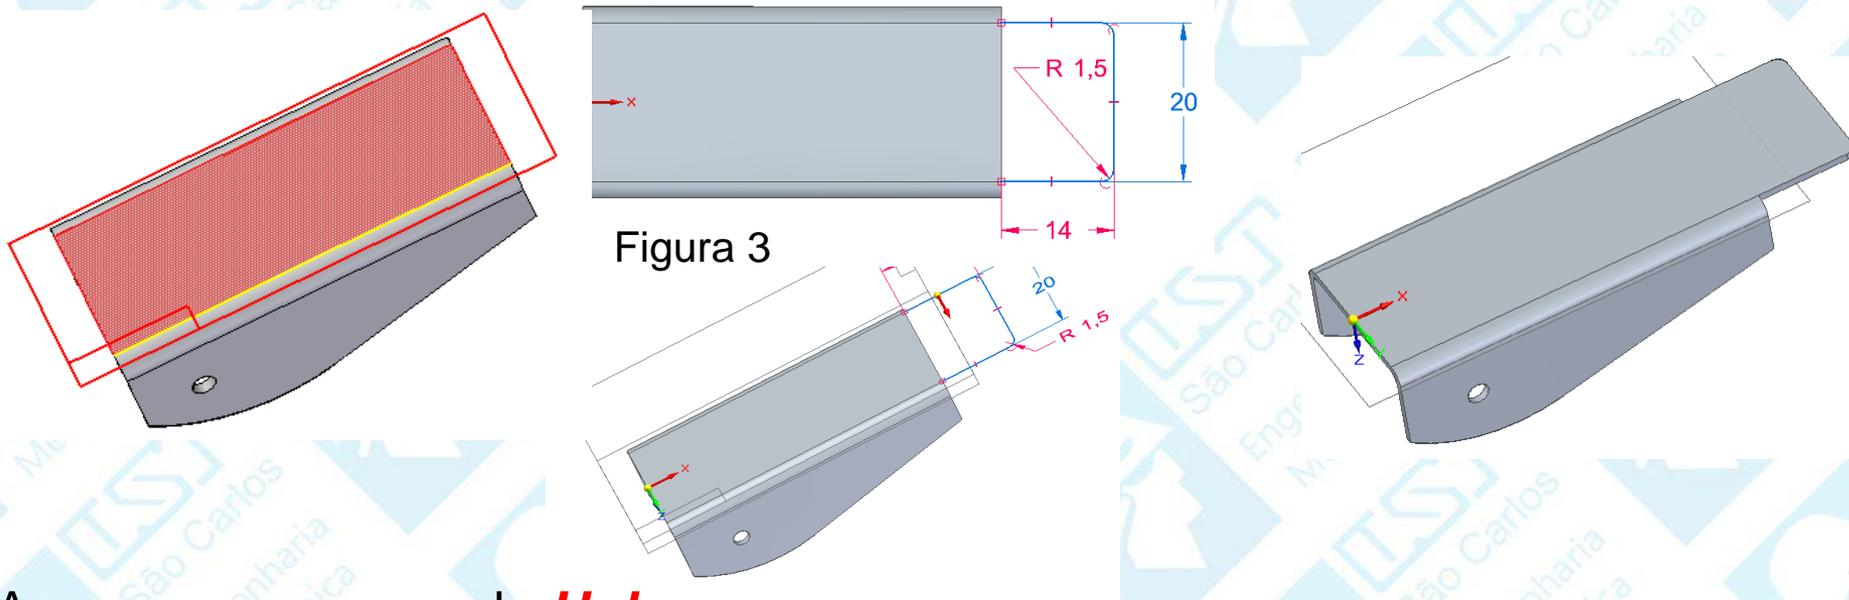

Figura 3
- Clique no comando **Tab** e sobre a superfície indicada na *Figura 3*, crie o perfil representado na *Figura 4*, **Close Sketch** aponte a seta para baixo e **Finish**.